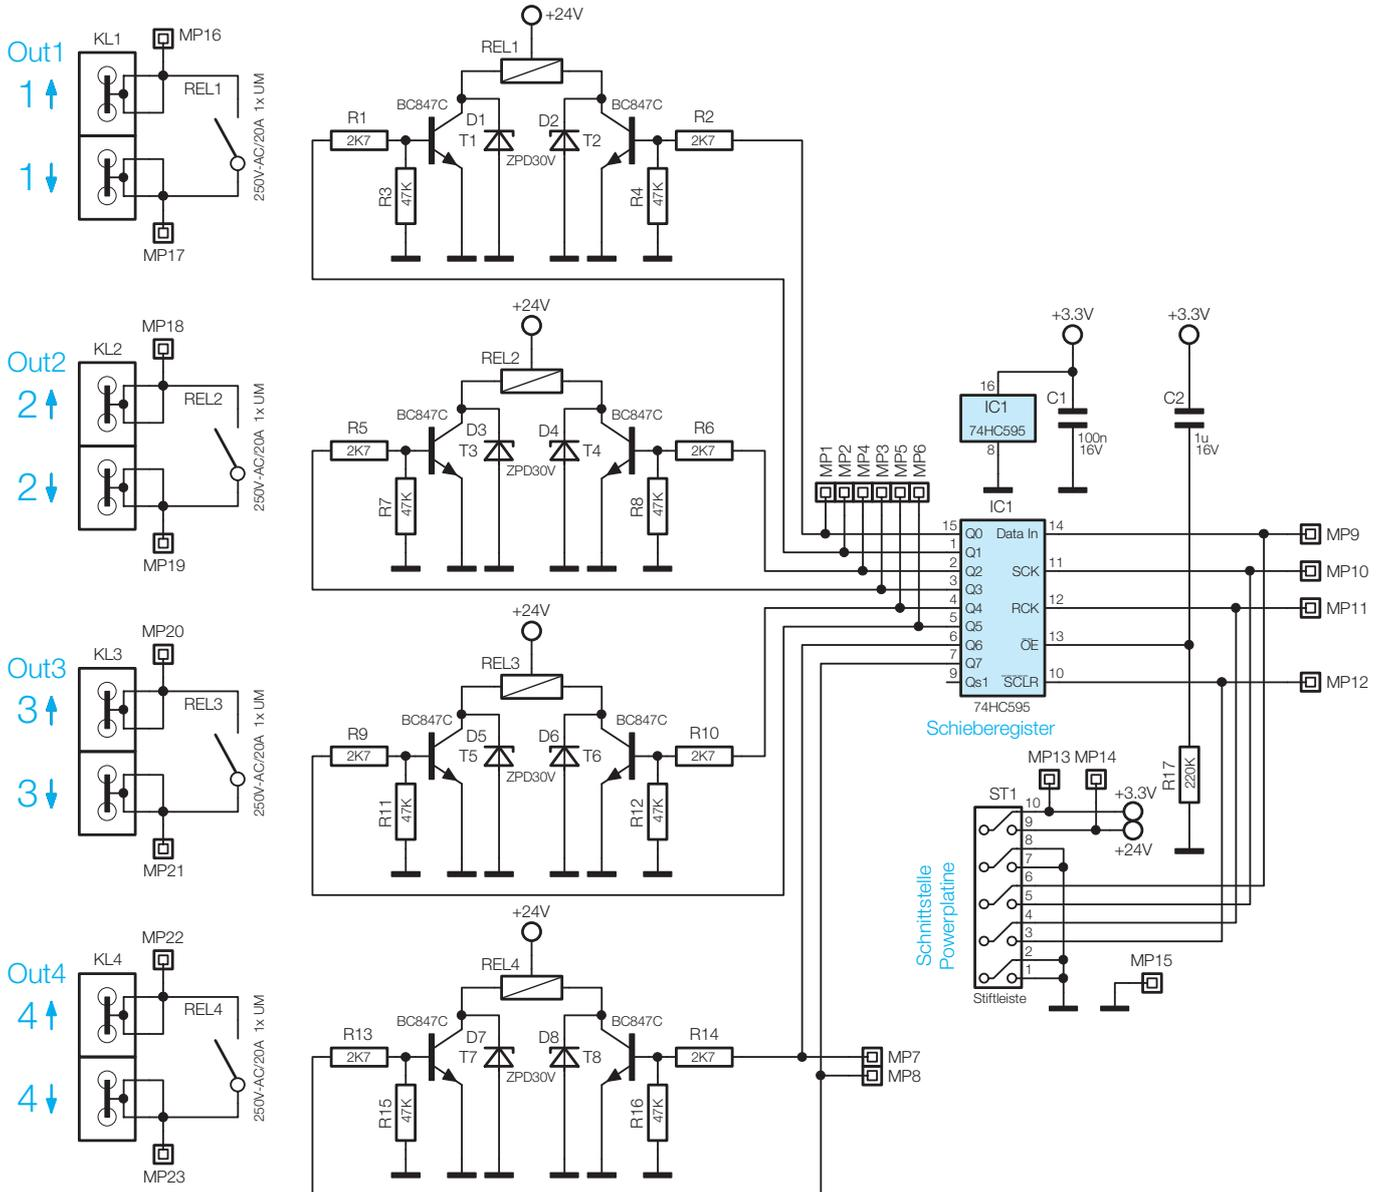

Bild 3: Das Schaltbild der Relaisplatine zum HmIP-K-DRSI4
**Die Relaisplatine für den HmIP-K-DRSI4 (Bild 3)**